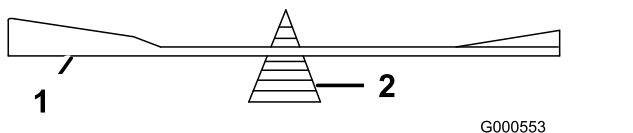

**Figura 66**
1. Utilice una lima para afilar el filo de corte en ambos extremos de la cuchilla (Figura 66).
**Nota:** Si la cuchilla no está equilibrada, rebaje algo del metal en la parte de la vela solamente con una lima (Figura 66).